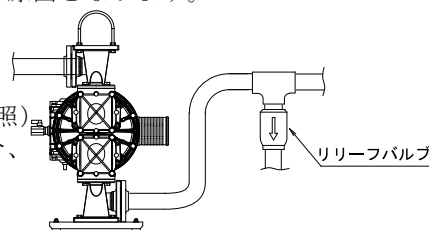

Fig.4.2
- ・ポンプの設置場所の環境によって移送液剤の体積変化が大きい場合は、吐出側にリリースバルブを取付けて許容圧力値で開放するようにしてください。（Fig. 4.2参照）液剤の体積変化によりポンプ内圧が許容圧力を超えた場合、破損の原因となります。